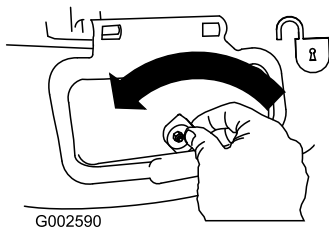

Figura 31
1. Sbloccate lo sportello di scarico laterale (Figura 31).